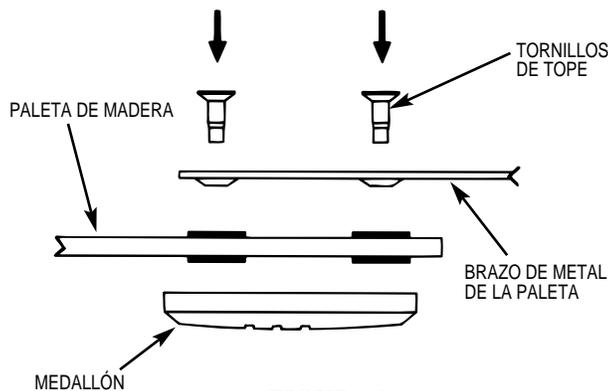

FIGURA 8A
B. Entonces instale las paletas de madera en los brazos de metal con los medallones de metal, utilizando (3) tornillos de tope en cada paleta. Vea la Figura 8A. Asegúrese que todos los tornillos queden apretados.